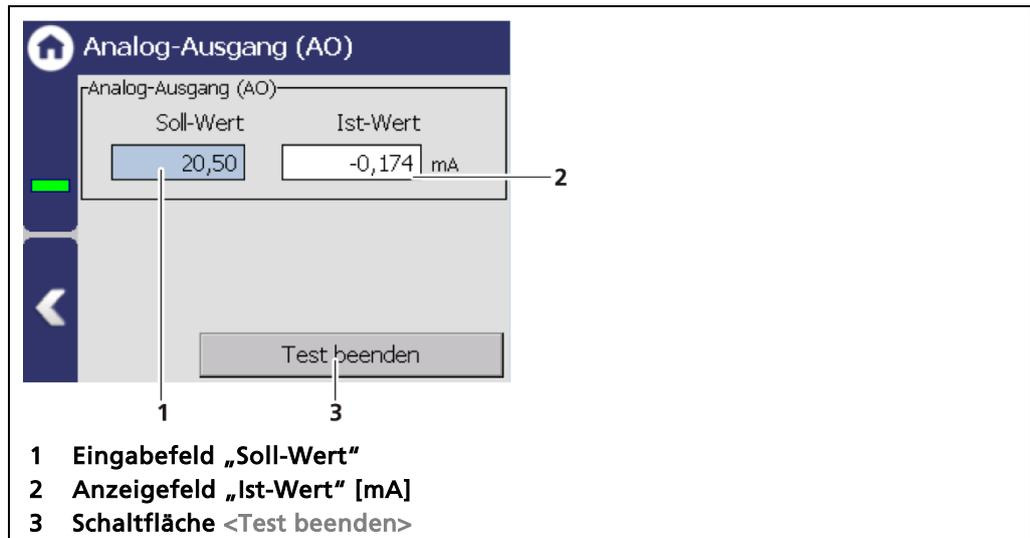

Abb. 127 Analog-Ausgang Simulation
1. Klicken Sie auf das Eingabefeld (Abb. 127, Pos.1) und geben Sie den Soll-Wert für die Simulation ein.
3. Klicken Sie auf die Schaltfläche <Test beenden> (Abb. 127, Pos.3) um die Simulation zu stoppen.